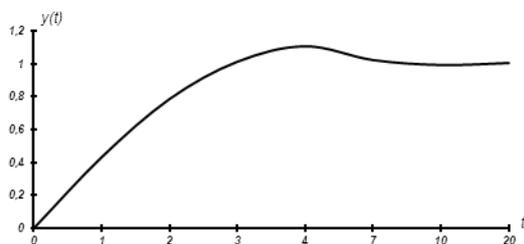

Рис. 4.1. Кривая переходного процесса
- Прямые показатели качества (рис.4.1):